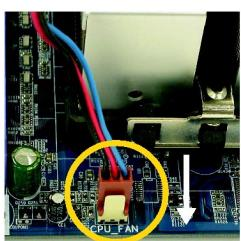

図6.
- ステップ 1-4. ファン電源ケーブルは図6のようにマザーボード上のヘッダに接続します。